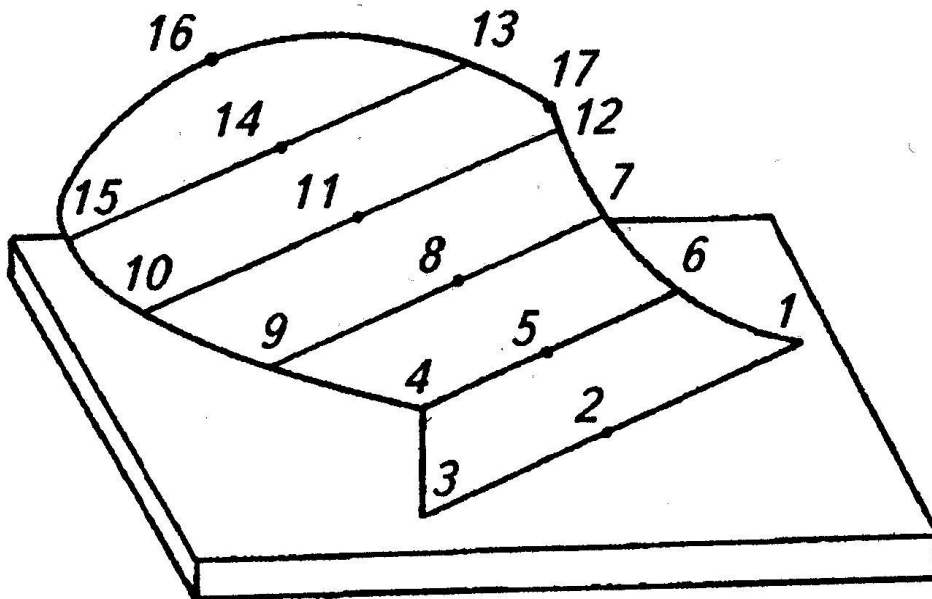

Рисунок 1 – Схема разметка корпуса плуга
3. На рабочей стороне лемешно-отвальной поверхности корпуса плуга через 40 мм (по высоте) провести (мелом или маркером) горизонтальные образующие (рис. 1). Высоту от поверхности стола отмерять рулеткой вертикально по бороздovому обрезу, горизонтальность образующих обеспечить посредством уровня.
- Схему измерения (рисунок 1);